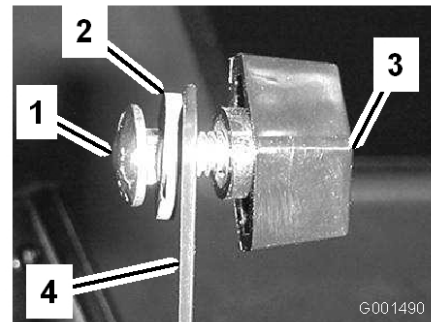
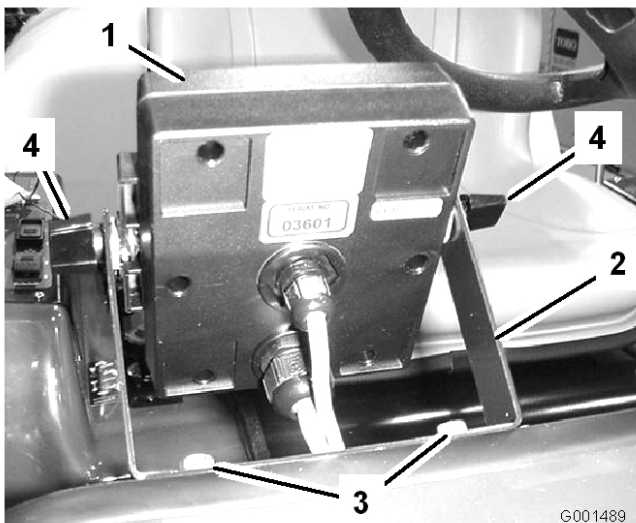

Bild 6
Bild 5
- Montieren Sie die Steuergeräthalterung mit zwei Bundbolzen (1/4 x 3/4 Zoll) und zwei Bundmuttern (1/4 Zoll) am Armaturenbrett (Bild 5).
- Montieren Sie die zwei Schlossschrauben, Gummischeiben und Handräder lose auf der Halterung, wie in Bild 5 und Bild 6 dargestellt.
- Montieren Sie das Spray Pro-Steuergerät auf den Schlossschraubenköpfen (Bild 5) und ziehen Sie die Handräder an, um es zu befestigen.